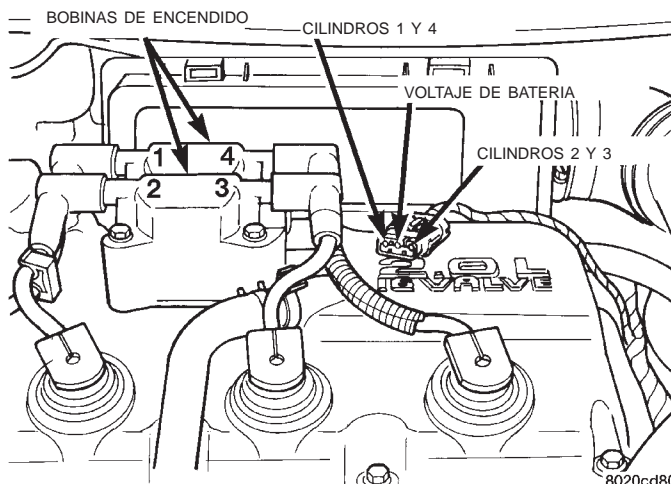

Fig. 22 Conector del mazo del motor de la bobina de encendido
(1) Verifique el voltaje de la batería. Este debe ser aproximadamente de 12,66 voltios o mayor, a fin de realizar la prueba de fallo en el arranque.
(2) Desconecte el conector del mazo del conjunto de bobina (Fig. 22).
(3) Conecte una luz de prueba al terminal B+ (voltaje de batería) del conector eléctrico de la bobina y a masa. El cable B+ para la bobina del DIS es el terminal central. **No abra el terminal con el probador de la luz de prueba.**
(4) Gire la llave de encendido a la **posición ON**. La luz de prueba debe encenderse y apagarse. **No coloque la llave de encendido en la posición OFF, déjela en la posición ON.**